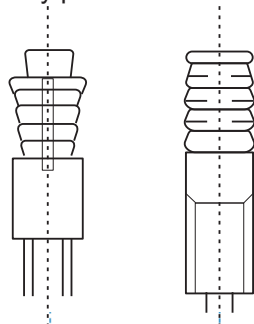

Figura 7
- Determine la ubicación en el techo de la habitación o el techo del edificio para el montaje y taladre cuatro agujeros de  $\varnothing 12$  mm X 50-55 mm. A continuación, incruste y ajuste los anclajes de los ganchos de expansión (accesorio comprado 2) en estos agujeros. Vea la Figura 7.